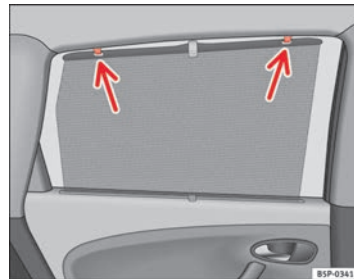

Fig. 83 Persiana puerta trasera
- Desenrolle la persiana y engánchela en los ganchos situados en el marco superior de la puerta ⇒ página 131, fig. 83. ■